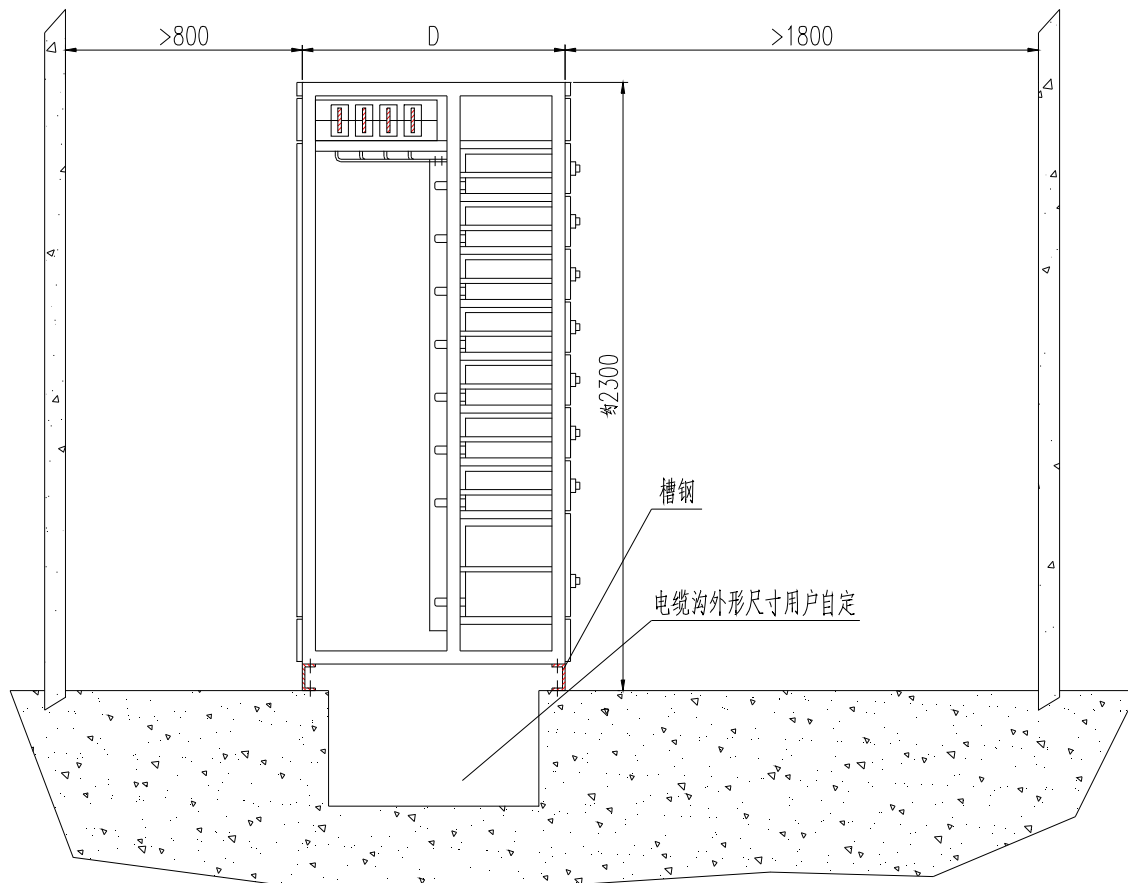

图 5 开关柜安装示意图
- 支承导轨 10#槽钢平放，柜架与槽钢之间点焊连接；或者支承导轨 10#槽钢竖放(见 图 5)，柜架角位连接器上的螺丝孔为柜体与支承导轨的连接孔，基础槽钢和螺栓由用户自备。放置第一面柜体，并按上述方法进行固定在安装面上。